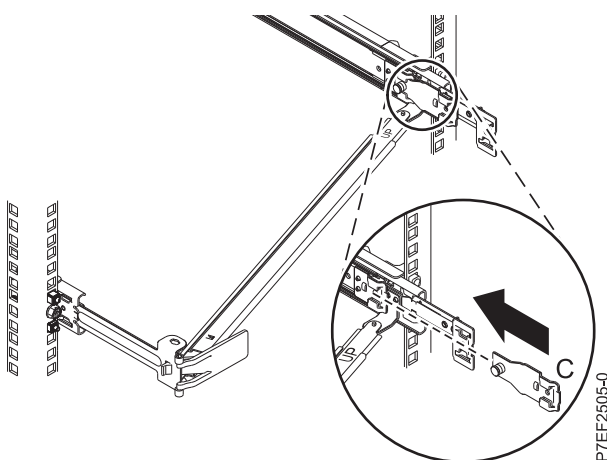

Figura 14. Instalación de la abrazadera de montaje en el riel deslizante
- Conecte la pieza de sujeción de tope de portacables (**B**) a la ranura en la parte interior del lado izquierdo deslizando la pieza de sujeción de tope (**B**) en el riel deslizante hasta que el pestillo accionado por resorte quede fijado. Para obtener detalles, consulte Figura 14.